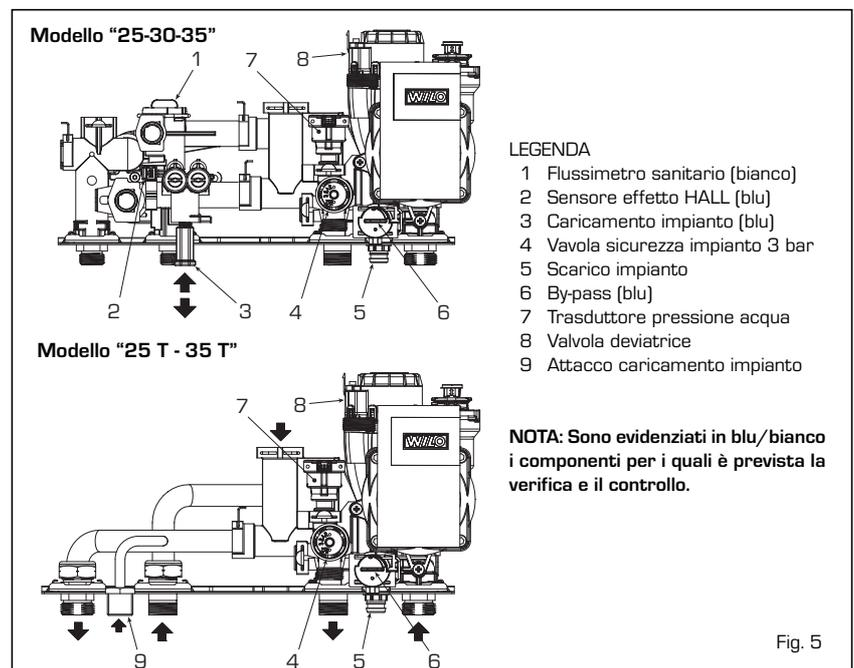

Fig. 5
## 2.4 FASE INIZIALE DI RIEMPIMENTO IMPIANTO (fig. 5)
Il riempimento si effettua agendo sulla manopola di carico telescopica (3 fig. 5). La pressione di caricamento ad impianto freddo deve essere compresa tra **1-1,5 bar**.
**NB:** Nelle vers. "25 T - 35 T" il caricamento avviene dall'apposito attacco (10 fig. 5).
### 2.4.1 Svuotamento dell'impianto (fig. 5)
Per svuotare l'impianto spegnere la caldaia e agire sullo scarico caldaia (5 fig. 5).